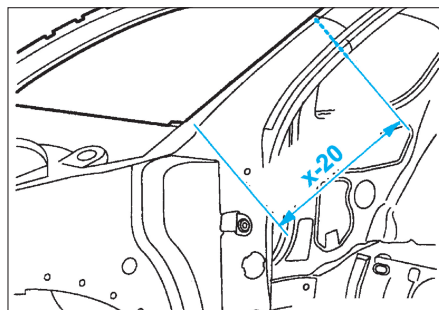

FIG. 49
- Découper par fraisage des points (B).
- Tracer puis découper à l'aide d'une meule épaisseur 1 mm (coupe provisoire) (Fig.49).